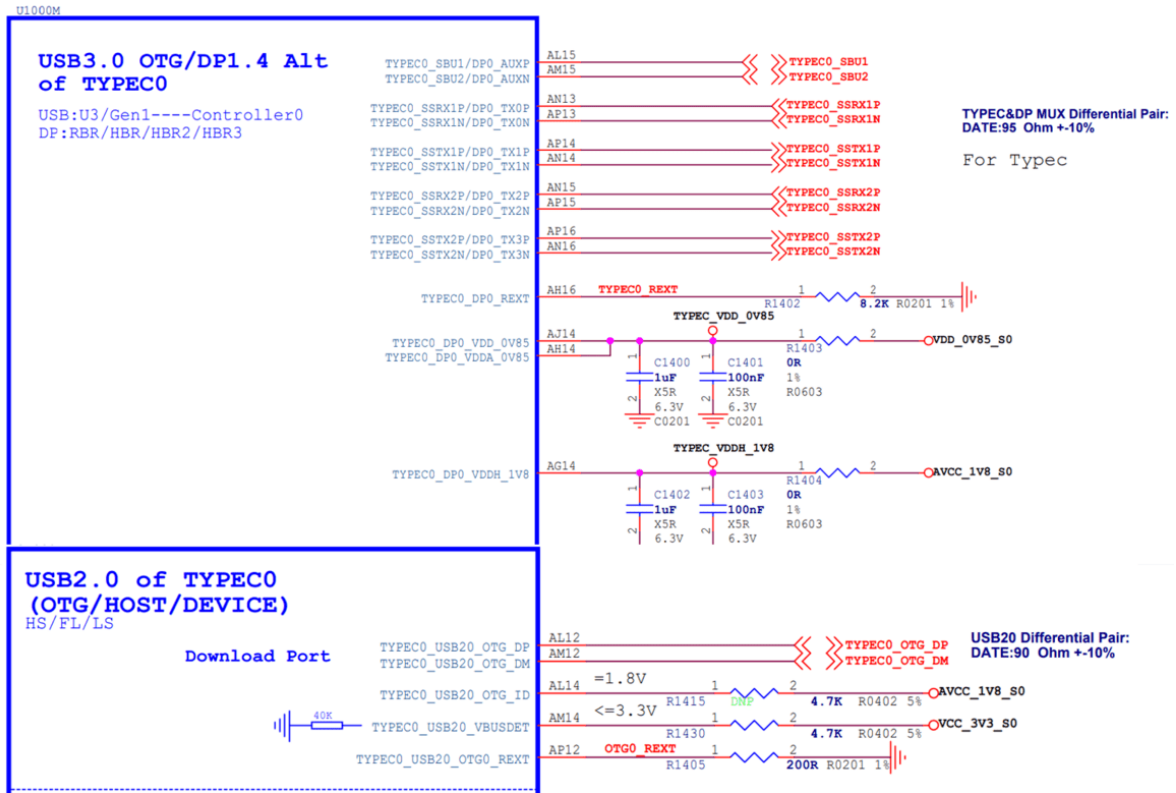

图 17 RK3588 Type-C0 电路
3. 为了支持高压充电功能，同时降低硬件电路的风险，`TYPECO_USB20_VBUSDET` 不要连接 Type-C 接口的 VBUS，固定上拉到 3.3V 即可（如图 17 `TYPECO_USB20_VBUSDET` 连接到 `VCC_3V3_S0`），但不能悬空；